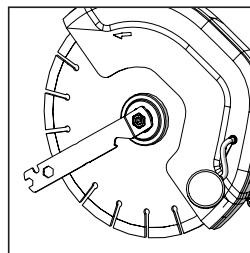

FIG. 3
- Stringere il dado del mandrino tramite l'attrezzo polifunzionale in dotazione. **(Fig. 3)**